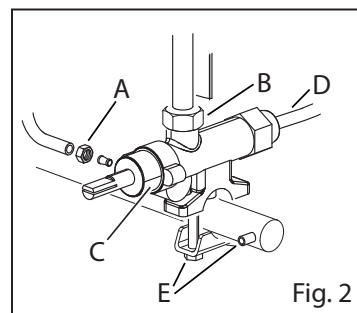

Fig. 2
- Dévisser les raccords en entrée (par ex. Fig. 2/E) et en sortie du gaz (Fig. 2/A et B)
- Dévisser le thermocouple (Fig. 2/D)
- Dévisser le thermocouple du robinet (Fig. 2/D)